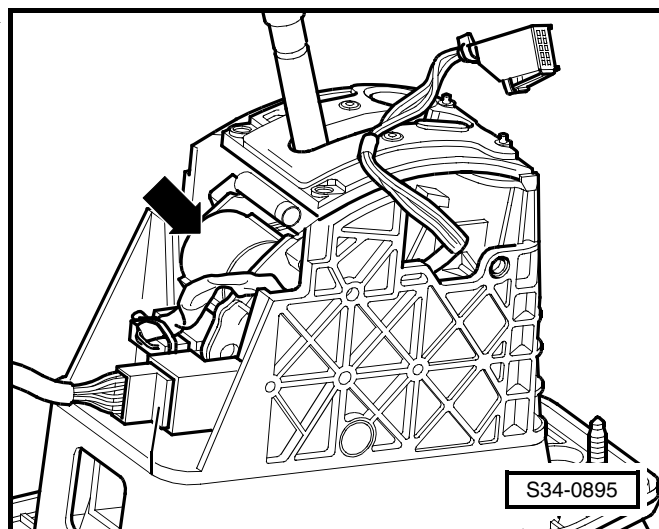

Рис. 4: Освещение шкалы рычага преселектора -L101-
- ❑ освещение шкалы рычага преселектора -L101- встроено в раму кожуха; место сборки ⇒ Рис. 4 в **34-1** страница 3